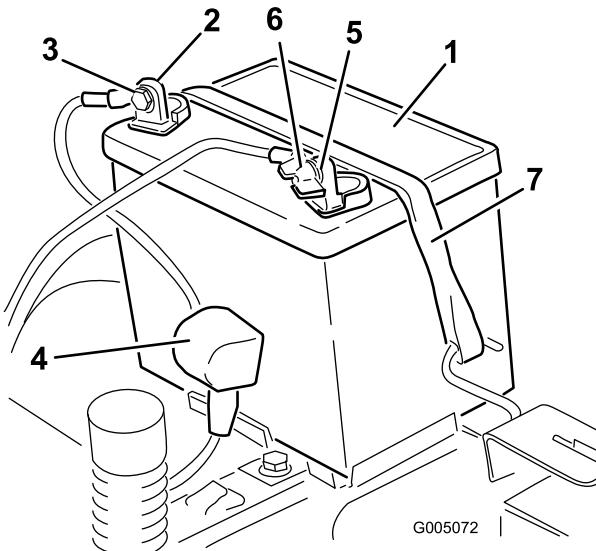

Figura 35
4. Desconecte el cable negativo de tierra (negro) del borne de la batería (Figura 35). Guarde todos los herrajes.
5. Deslice hacia arriba la cubierta de goma del cable positivo (rojo). Desconecte el cable positivo (rojo) del borne de la batería (Figura 35). Guarde todos los herrajes.
6. Retire la correa de sujeción de la batería (Figura 35) y levante la batería para retirarla de su bandeja.
1. Coloque la batería en la bandeja, con los bornes hacia el puesto del operador (Figura 35).
5. Fije la batería con la correa de sujeción (Figura 35).